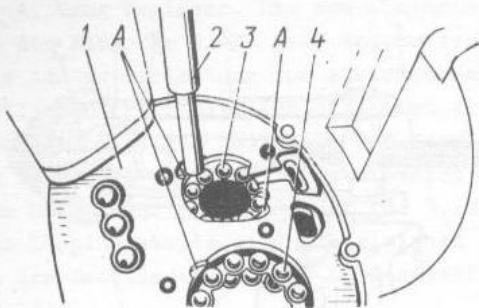

Bild 3-68. Austreiben der Lageraußenringe der Wellen aus Wechselgetriebekasten:
- aus Getriebekasten 1 (Bild 3-68) mit Hilfe des Dorns 2 die Außenringe der hinteren Lager 3